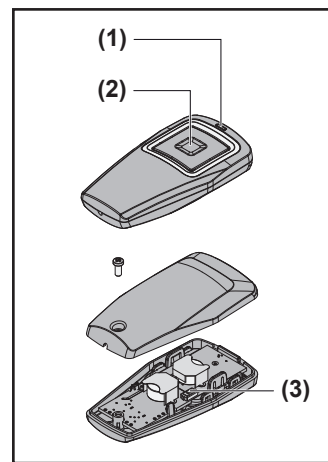
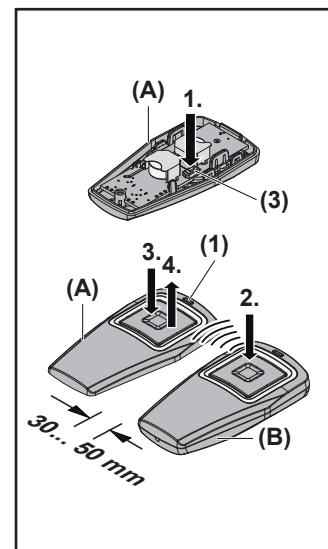

Fig. 1
Fig. 3
3 Beschrijving van het toestel (fig. 1)
5.2 De handzender gebruiken (fig. 1)
- ▶ Druk de toets (2) op de handzender in. De aan de toets gekoppelde functie (bijv. deur open / dicht) wordt uitgevoerd.
5.3 Een toetsfunctie kopiëren (fig. 3)